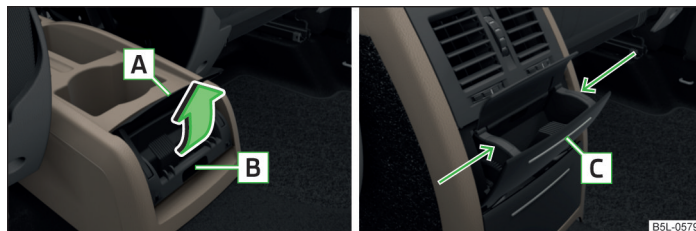

Fig. 63 Cenicero trasero: consola central baja / consola central alta
- Agarre la tapa del cenicero por el borde y ábrala en el sentido de la flecha » fig. 63.
- Agarre el cenicero por el tirador » fig. 63 y extraígalo hacia arriba.
- Presione la parte superior de la tapa del cenicero en la zona **C** » fig. 63.
- Agarre el suplemento de cenicero por la zona de la flecha » fig. 63 y extráigalo.